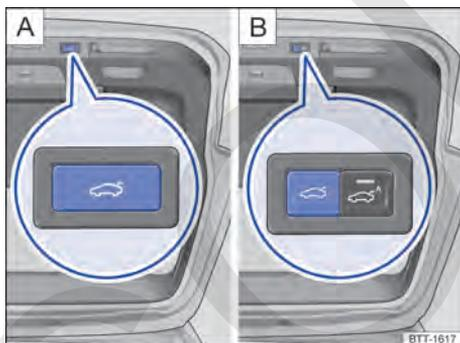

Fig. 72 En el portón del maletero abierto: tecla para el cierre eléctrico del portón.
- Pulse la tecla → **fig. 72** situada en el portón del maletero.